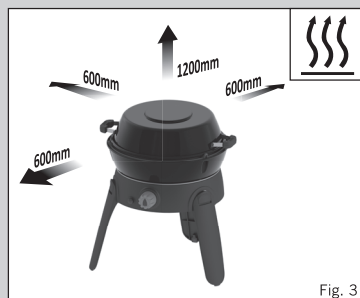

Fig. 3
- Se till att apparaten används på säkert avstånd från antändliga material. Minimumavstånd för säkerhet är: Ovanför apparaten 1,2 m. Bakåt och åt sidorna 600 mm. (Se Fig. 3)